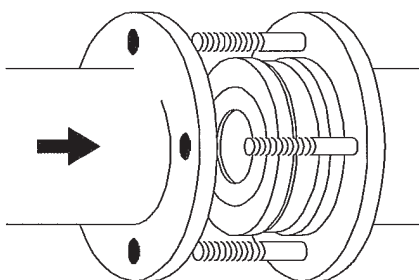

図3 配管取付図
3.1 図3に示すように RK86型/RK86A型逆止め弁は、ガスケットと共にフランジとフランジの間に挟んで使用するウェハー形ですので、取付け・取外しが容易です。